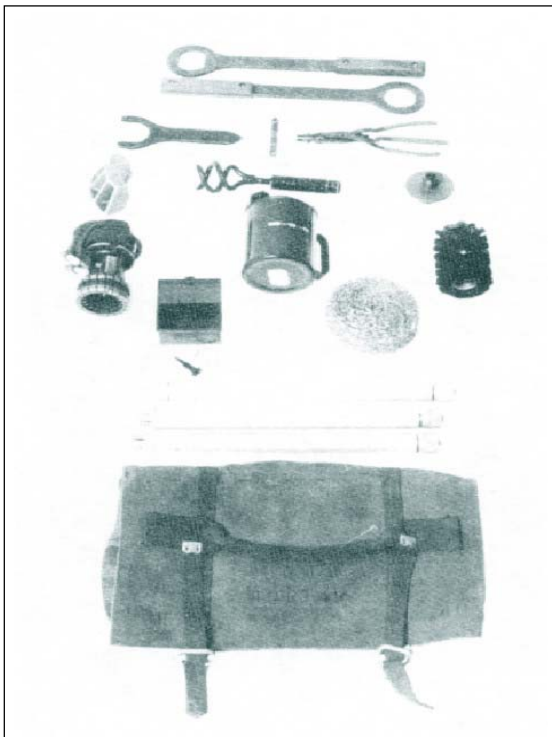

Fig 1-19. Bolsa de Ferramentas e seu conteúdo
e. Bolsa de Ferramentas - Contém todo o equipamento necessário para limpeza do morteiro e também para sanar incidentes de tiro que venham a ocorrer. Esse equipamento é composto por (Fig 1-19):
- (1) Escova de limpeza do tubo - usada para limpar a alma do tubo.
- (2) Malha de limpeza - malha de metal para limpeza da alma do tubo.
- (3) Haste de limpeza - uma haste de três seções usada para limpeza em conjunto com a escova e a malha.